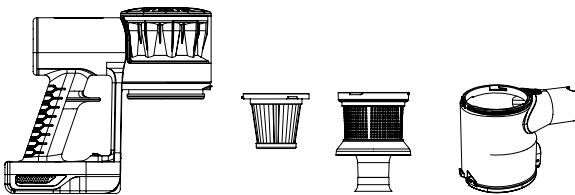

FIG. 9
5. Wyczyść filtr/hepa w wodzie, poczekaj, aż całkowicie wyschnie (Rys.9).